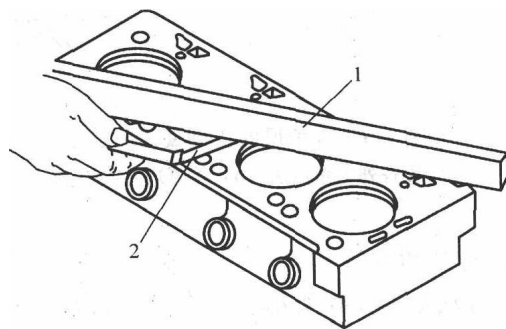

图 1-8 用直角尺和塞尺来检查气缸盖的平直度
2) 当塞尺与直角尺配合使用时, 可用来检查零件表面的平直度, 如气缸盖平直度的检测方法如图 1-8 所示。